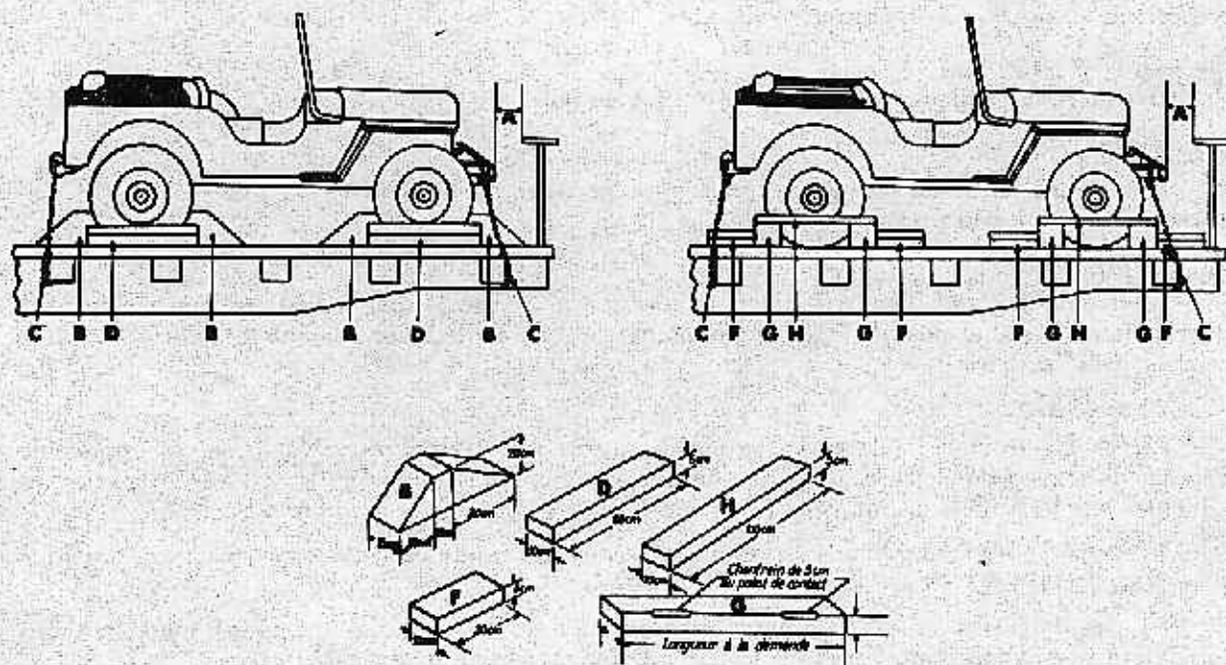

Figure 95. — Calage et arrimage du véhicule en vue de son expédition par voie ferrée
1) *Première méthode (fig. 95).*
2) Deuxième méthode (fig. 95).